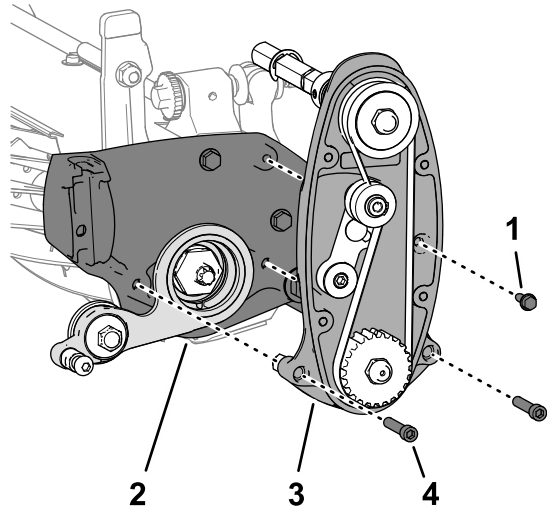

Рисунок 17
1. Выровняйте натяжной ролик в сборе относительно режущего блока, как показано на Рисунок 17.
2. Установите натяжной ролик в сборе и привод барабана на режущий блок (Рисунок 17) с помощью 2 болтов с внутренними шестигранниками ($\frac{5}{16} \times 1\frac{1}{2}$ дюйма) и контргаек ($\frac{5}{16}$ дюйма), снятых при выполнении действий, описанных в разделе 3 Снятие привода барабана \(страница 5\).
3. Установите привод барабана на режущий блок (Рисунок 17) с помощью винта с фланцевой головкой ($\frac{1}{4} \times \frac{3}{4}$ дюйма).